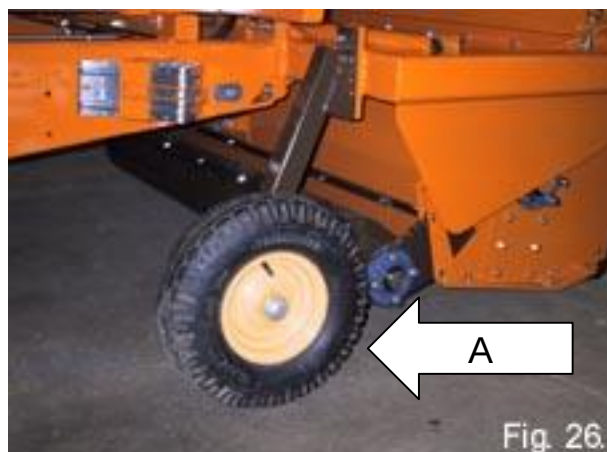

Fig. 26
2. Monter de 2 kørehjul A, på slagleklipperens chassissramme (Fig. 26)